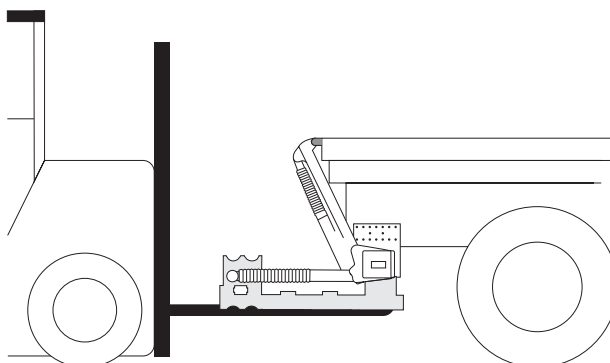

Bild 12. Använd lyftens emballage och en truck
6. Lyftstommen bör placeras så högt som möjligt inom angivna C-mått. Justera stommen till idealhöjd under ramen. Använd lyftens emballage och en truck, Se Bild 12. Stommen ska placeras parallellt mot påbyggnationens golv och får inte ligga an mot fordonets ram, det måste finnas några millimeter spel. Vid behov, justera armarnas vinkel genom att försiktigt köra lyften.